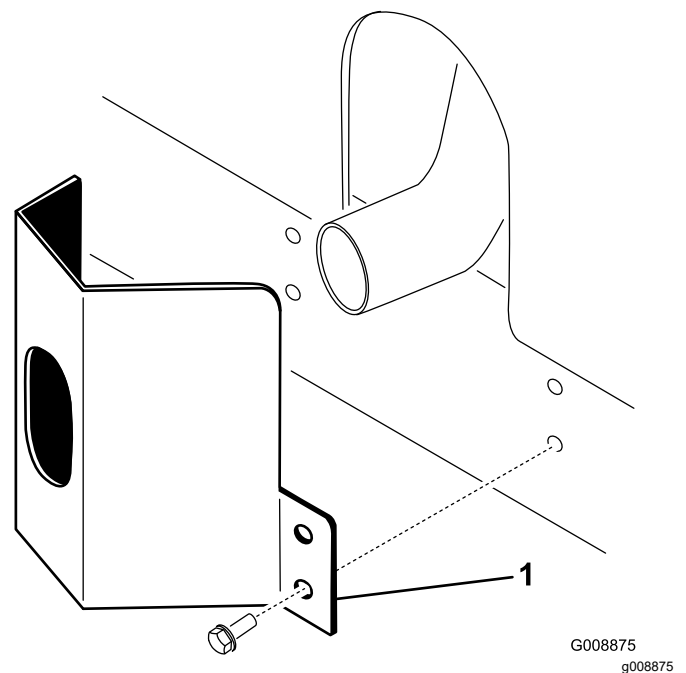

Figura 12
1. Collocate la protezione della marmitta attorno al silenziatore, allineando contemporaneamente i fori di fissaggio con i fori nel telaio (Figura 12).
2. Fissate la protezione della marmitta sul telaio con quattro viti autofilettanti (Figura 12).